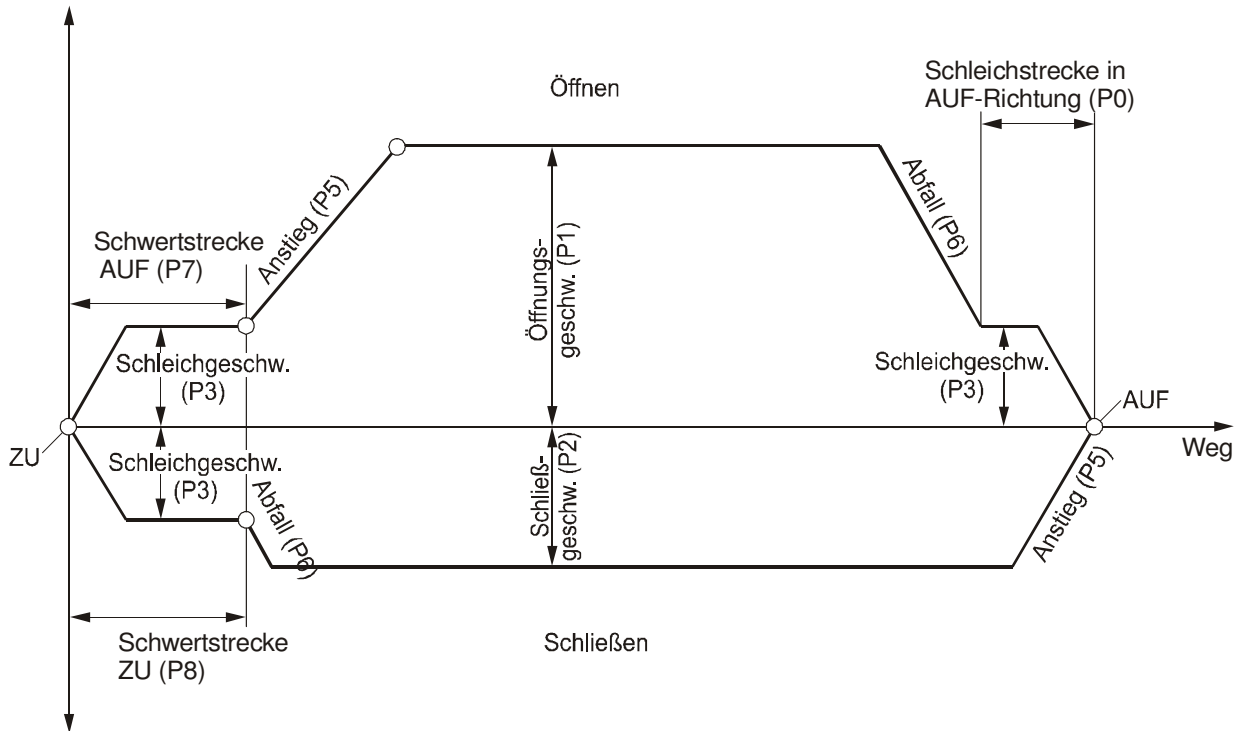

Bild 8-1 Fahrkurve der Türbewegung (idealisiert, schematische Darstellung)
- Im Bild 8-1 sind die einzelnen Parameter mit ihrer Bedeutung für den Türantrieb dargestellt.